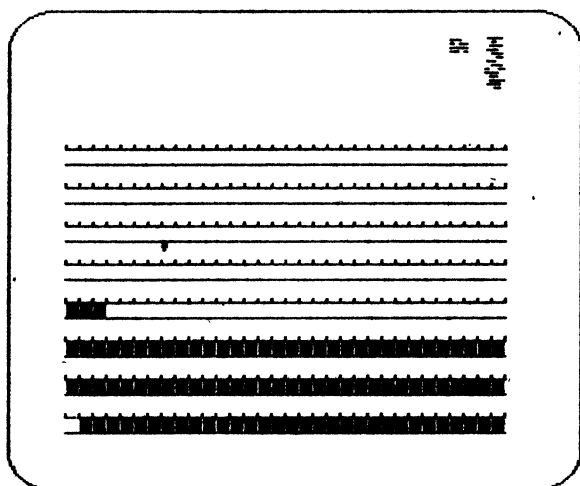

РИС. 4
6.2.4. Включите магнитофон в режим воспроизведения. При нормальном функционировании БПЭВМ на экране происходит заполнение прямоугольниками промежутков между парами горизонтальных линий (начиная с нижних). При этом при загрузке очередных 256 байт информации в "карте загрузки" оказывается заполненным один прямоугольник (см.рис.4).
По завершении ввода информации (программы "Тест устройств") индикатор "РУС" начинает мигать, а на экране телевизора будет изображение, приведенное на рис.4. Количество заполненных прямоугольников не одинаково для различных программ.